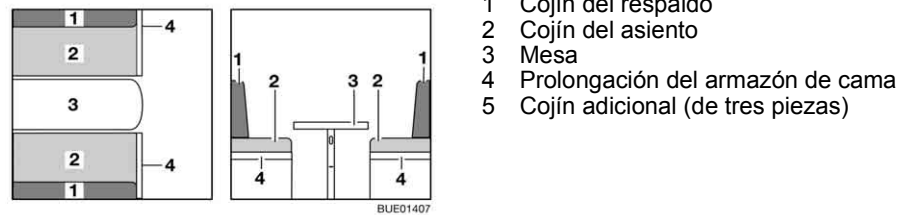

Fig. 115 Antes de la transformación
- Transformar la mesa (Fig. 115,3) en base de cama (véase apartado 6.12).
- Desplegar la prolongación del armazón de cama (Fig. 115,4).
- Quitar los cojines del respaldo (Fig. 115,1) y depositarlos en la mesa.